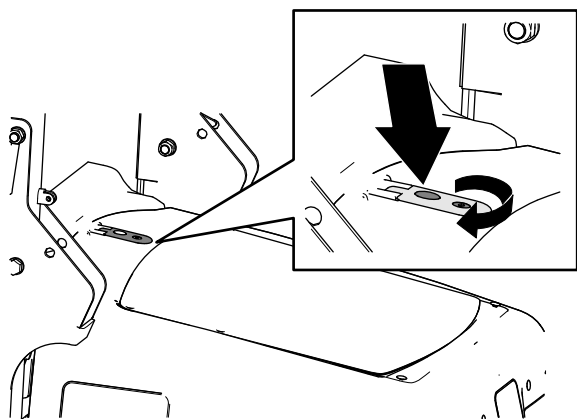

Figure 2
1. Insérez la clé du capot dans la serrure du capot et tournez-la de 90° dans le sens antihoraire (Figure 2).
2. Déverrouillez le capot en appuyant sur le bouton du verrou du capot (Figure 2).